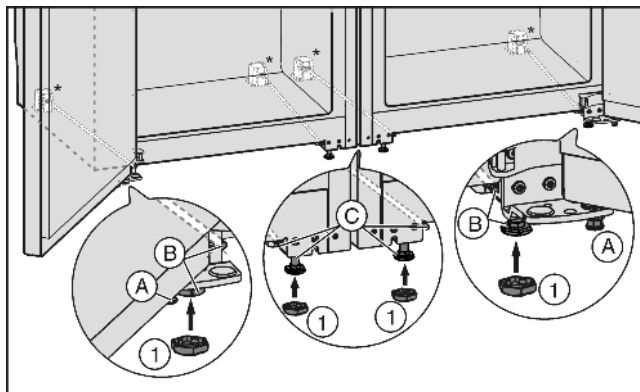

Fig. 4
- ▶ Evt. stelvoetjes Fig. 4 (A) aan de voorkant van beide apparaat geheel indraaien, zodat ze de vloer niet raken.
- ▶ Kappen Fig. 4 (1) op de vier voorste stelvoetjes steken.
- ▶ Middelste stelvoetjes Fig. 4 (C) indraaien zodat ze de vloer niet raken.
- ▶ Combinatie aan de hand van de buitenste stelvoetjes Fig. 4 (B) uitlijnen.
- ▶ Middelste stelvoetjes Fig. 4 (C) weer uitdraaien tot ze de vloer raken.
- ▶ Vervolgens de deur ondersteunen: Stelvoetjes Fig. 4 (A) aan de lagerbus uitdraaien tot ze de vloer raken, daarna 90° verder draaien.